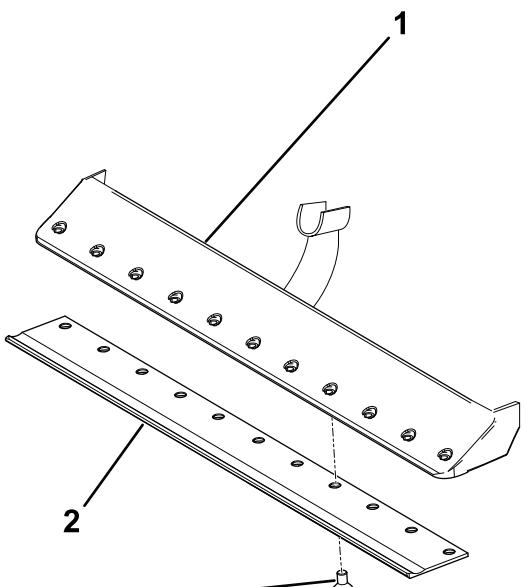

図 18
4. ベッドナイフ固定ボルトに固着防止パウンドを塗つてベッドナイフをベッドバーに固定する図18。